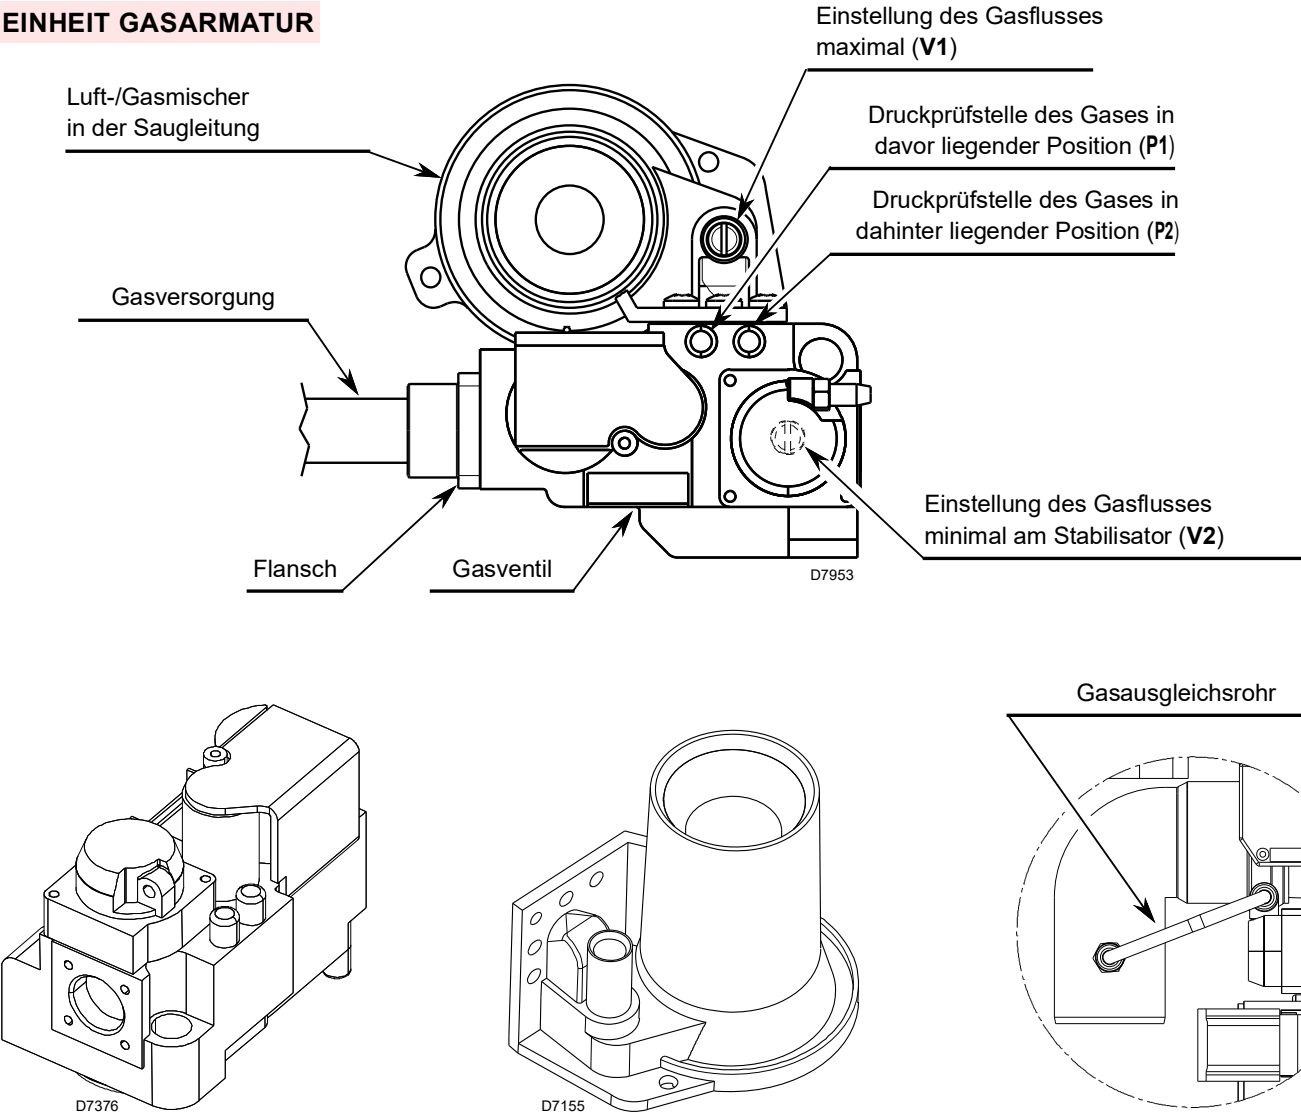

Abb. 9
- die Luft aus der Gasleitung über die Entlüftungsschraube am Anschluss P1 (Abb. 9 auf Seite 12) ablassen.
Die Schraube V1 am Mischer des Gasventils (Abb. 9 auf Seite 12) geringfügig gegen den Uhrzeigersinn drehen.
Die Einstellung des Gasdurchsatzes wird unter Verwendung der beiden Schrauben V1 und V2 erzielt (Abb. 9 auf Seite 12).